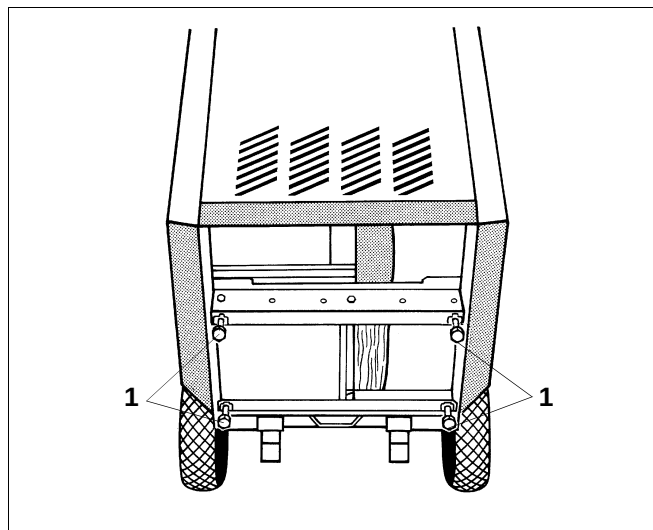

Fig. 7 Dessous de la chaudière
- Visser par dessous les quatre **pieds réglables** (fig.7, **pos. 1**) en laissant un garde de ca.5-10 mm dans les traverses du socle de la chaudière.